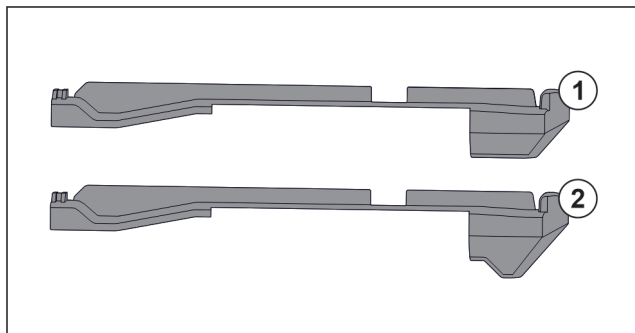

Fig. 84 Confronto degli elementi inseribili
Nell'apparecchiatura si trovano due diversi elementi inseribili. L'elemento inseribile sopra il cassetto più in basso Fig. 84 (2) presenta un bordo triangolare. Tutti gli altri elementi inseribili Fig. 84 (1) dispongono di un bordo diritto.
- ▶ Applicare l'elemento inseribile Fig. 84 (2) con il bordo triangolare sopra il cassetto più in basso.
- ▶ Applicare l'elemento inseribile Fig. 84 (1) con il bordo diritto su tutti gli altri punti.